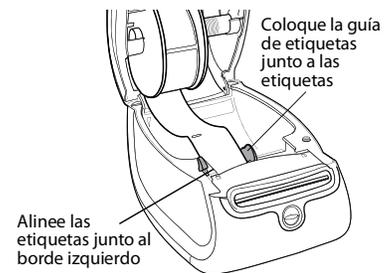

Figura 4
- Las etiquetas se deben cargar insertando el borde izquierdo de la etiqueta en el borde izquierdo de la ranura de alimentación de etiquetas. Consulte la Figura 4.
- 7 Alinee el borde izquierdo de la etiqueta con el borde izquierdo de la ranura de alimentación de etiquetas e insértelas en la ranura. Consulte la Figura 4.
- 8 Deslice la guía de etiquetas hacia la izquierda hasta que se alinee con el borde derecho de la etiqueta. Consulte la Figura 4.